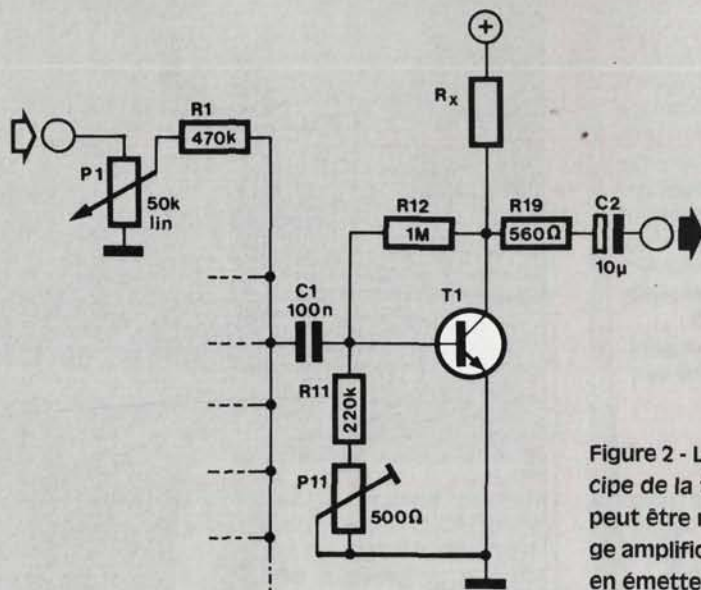

Figure 2 - Le schéma de principe de la table de mélange peut être ramené à cet étage amplificateur à transistor en émetteur commun.
Avant d'attaquer le schéma complet de la figure 3, considérons le schéma simplifié de la figure 2.
Les transistors T2, T4 et T5 de la **figure 3** n'amplifient pas le signal de collecteur de T1, mais abaissent l'impédance de sortie de l'amplificateur. Si nous nous en tenons au montage simplifié de la figure 2, la charge connectée en sortie consomme un courant qui traverse la charge de collecteur du transistor, la résistance Rx. Cette résistance peut être
**Figure 3 - L'amplificateur ne peut pas être aussi simple que dans la figure 2, mais il reste d'une complexité abordable. Le réglage du point de fonctionnement par P11 se fait au voltmètre, de façon à imposer à la sortie une tension égale à la moitié de celle de l'alimentation. Les résistances sont à couche métallique. Ce n'est pas pour leur faible tolérance (1%) mais pour le faible bruit de la couche métallique comparé à celui d'une couche de carbone.**